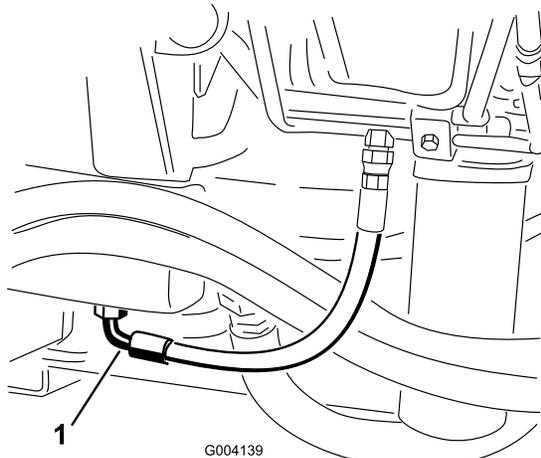

Figura 78
2. Coloque un recipiente grande debajo del acoplamiento situado en la parte inferior del depósito de aceite hidráulico (Figura 78).